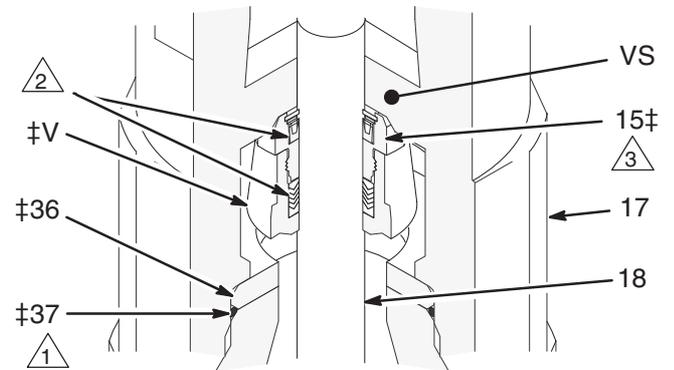

Abb. 5
6. Einlaßgehäuse (17) vom Zylinder (10) abschrauben. Gehäuse von der Pumpe abziehen. Der Einlaß-Rückschlagventilsatz (V, siehe Abb. 5) sollte von der Schöpfkolbenstange (18) herunterrutschen, wenn das Gehäuse entfernt wird; läßt er sich nicht leicht herunterschieben, mit einem Gummihammer fest auf das Gehäuse (17) klopfen, um es zu lockern.
7. Einlaßsitz (36) und Dichtung (37) von unten aus dem Einlaßgehäuse (17) ziehen. Ventilsatz (V) nicht fallen lassen, wenn er herauskommt. Siehe Abb. 5.
1. Einlaßgehäuse (17) auf die Schöpfkolbenstange (18) schieben und sicherstellen, daß die glatte Oberfläche des Ventilanschlags (VS) nach unten zum Pumpeneinlaß gerichtet ist. Das Gehäuse (17) auf den Zylinder (10) schrauben. Siehe Abb. 5 und 6.
2. Die Schöpfkolbenstange (18) einfetten und dann das vormontierte Einlaßventil (V‡) auf die Stange schieben. Dabei sicherstellen, daß die Packungsmutter (15‡) zuerst auf die Stange geschoben wird. Die Ventilgruppe so weit wie möglich nach oben schieben. Mit einem Gummihammer auf die Schöpfkolbenstange (18) klopfen, um den Ventilsatz bis zum Anschlag (VS) nach oben zu schieben. Siehe Abb. 5 und 6.
3. Der Einlaßsitz (36‡) kann umgedreht werden. Den Sitz in das Gehäuse (17) drücken, bis er gut hält. Dichtung (37‡) einfetten und in die Abschrägung unten am Sitz geben. Siehe Abb. 5.
- △3 Einlaß-Rückschlagventil (Siehe Abb. 5).